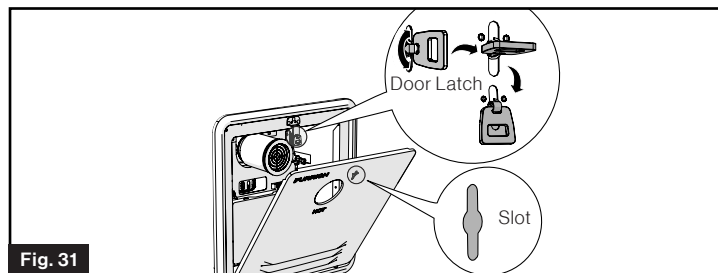

Fig. 31
- Alignez le verrou de la bride avec la fente de la porte, poussez ensuite la porte et tournez le verrou pour verrouiller la porte en place. (Fig. 31)
- Étape ① : Tirez et tournez à 90 ° le levier afin de verrouiller le verrou.
- Étape ② : Tournez le verrou pliant vers le bas pour le verrouiller.